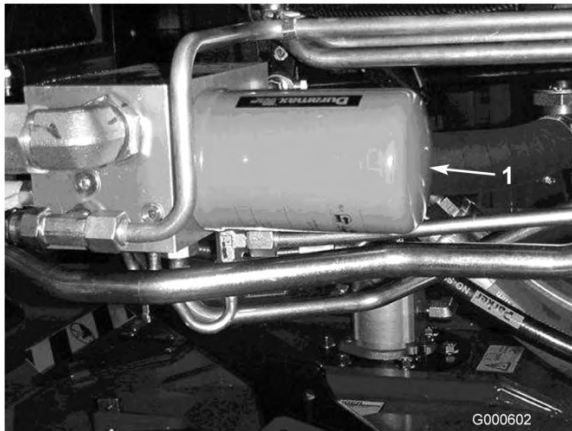

Bild 57
2. Reinigen Sie den Anbaubereich des Filters. Stellen Sie ein Auffanggefäß unter den Filter (Bild 56 und Bild 57) und entfernen diesen.